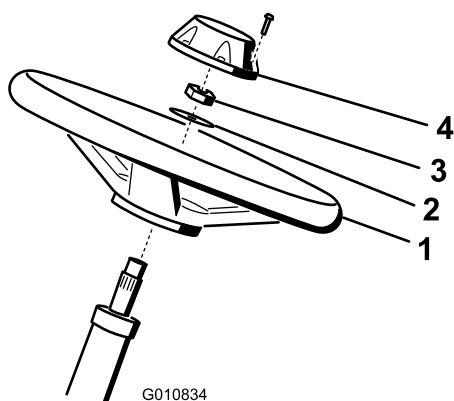

Рисунок 5
- Наденьте рулевое колесо на рулевой вал (Рисунок 5).
- Наденьте шайбу на рулевой вал (Рисунок 5).
- Закрепите рулевое колесо на валу контргайкой и затяните ее с моментом 27-35 Нм (Рисунок 5).
- Установите крышку рулевого колеса и закрепите ее винтом (Рисунок 5).